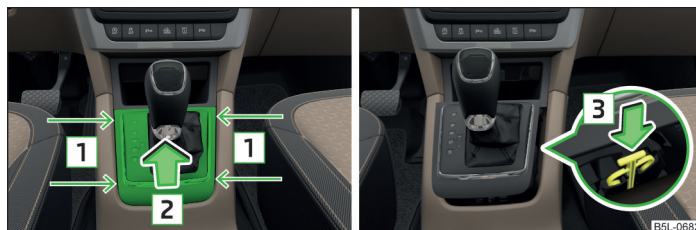

Fig. 189 Deblocarea de urgență a selectorului de viteze
- › Introduceți o șurubelniță dreaptă în fantă, în zona săgeții **1** » fig. 189 și ridicați capacul în sensul săgeții **2**.